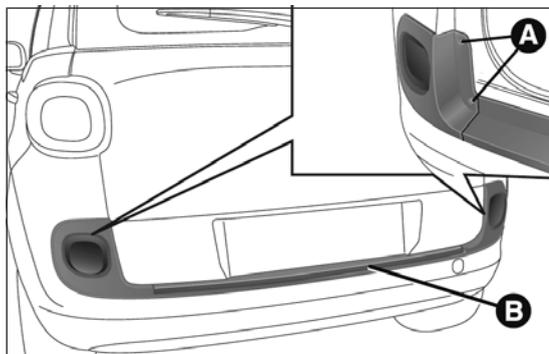

fig. 183
- ouvrir le coffre, déposer le cadre de finition, dévisser les quatre vis de fixation A fig. 183 et déposer le groupe optique B ;
- remonter correctement le groupe optique B fig. 183 en vissant les quatre vis de fixation A puis refermer le coffre.